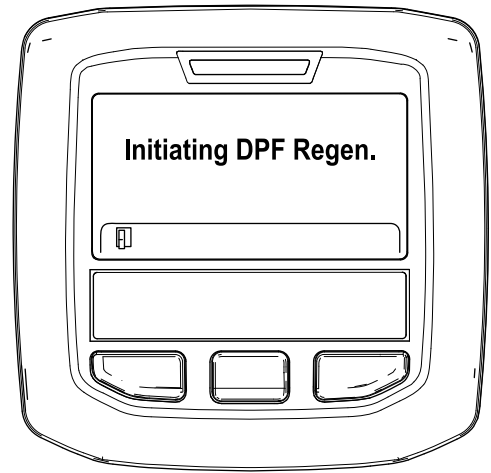

Bild 31
- A. Die Meldung „Initiating DPF Regen.“ wird angezeigt (Bild 31).